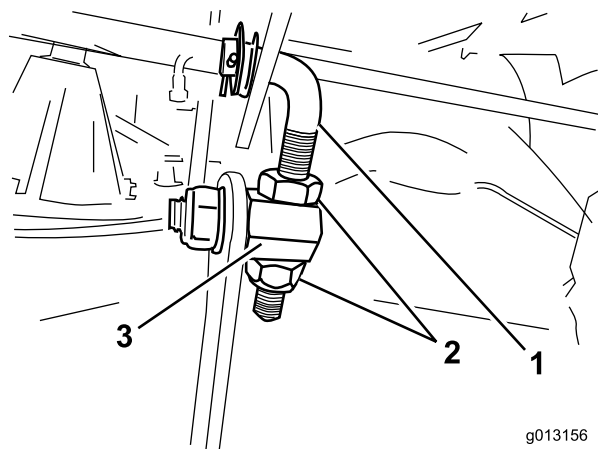
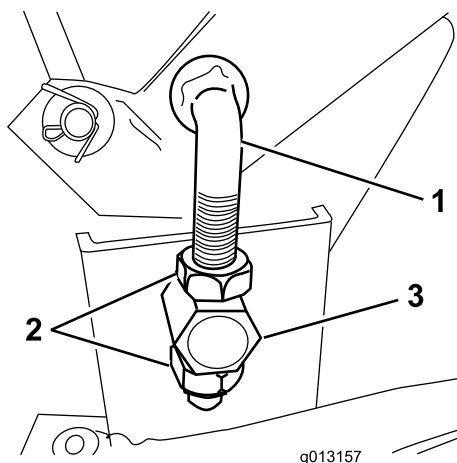

Figura 44
Figura 45
3. Allentate i dadi dei tiranti regolabili anteriori e posteriori (situati sul lato destro del tosaerba) in modo che possano muoversi liberamente attraverso i barilotti (Figura 44 e Figura 45).